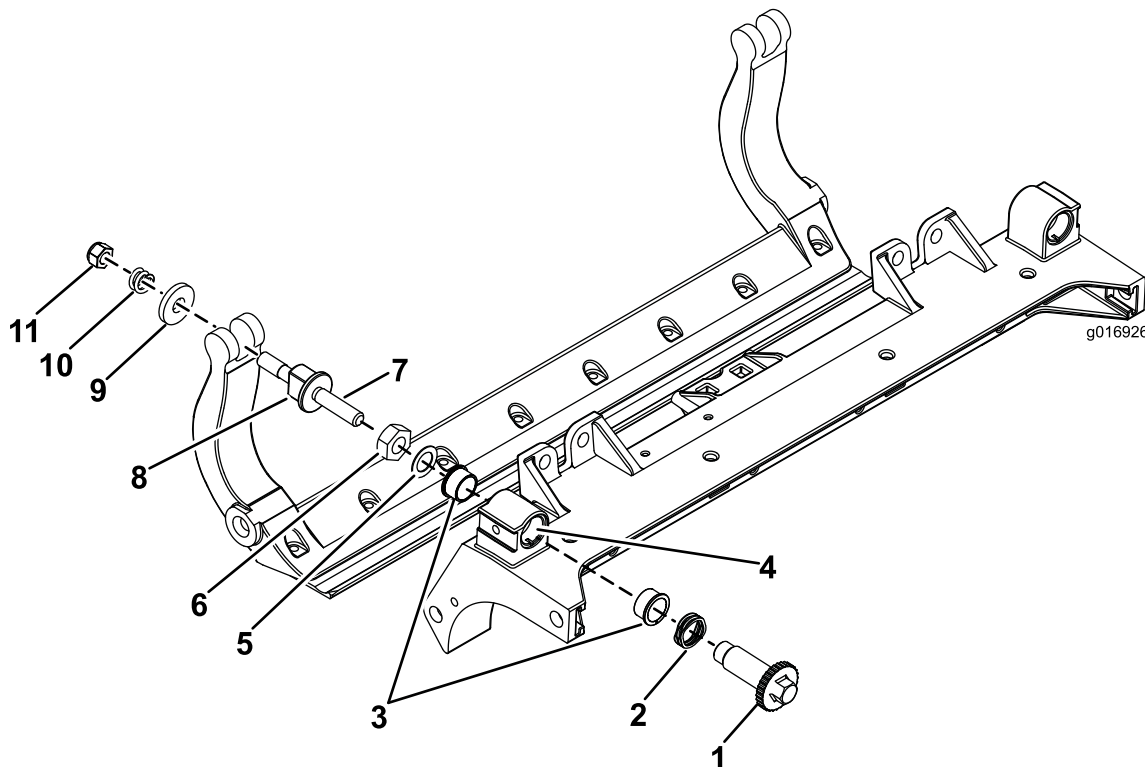

Figura 33
1. Retire todas as peças (consulte as *Instruções de instalação* do Kit DPA HD Modelo n.º 120-7230 e a Figura 33).
2. Aplique composto antigripagem no interior da área dos casquilhos na estrutura unidade de corte (Figura 33).
3. Alinhe as chaves nos casquilhos das flanges com as ranhuras na estrutura e instale os casquilhos (Figura 33).
4. Instale uma anilha ondulada no veio do ajustador e deslize o veio do ajustador para os casquilhos da flange na estrutura da unidade de corte (Figura 33).
5. Prenda o veio ajustador com uma anilha plana e porca de bloqueio (Figura 33). Aperte a porca de bloqueio com 20–27 N·m.
Nota: Coloque uma anilha de nylon de cada lado da placa lateral. Coloque uma arruela de aço no exterior de cada uma das arruelas de nylon (Figura 33).